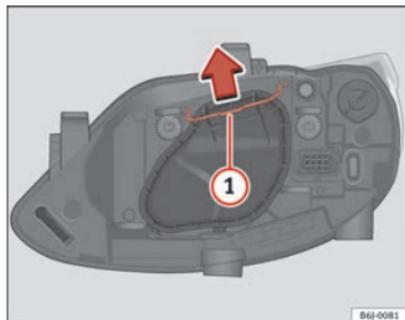

Fig. 155 Médios / máximos farol simples
- Desloque o tirante ⇒ Fig. 155 ① no sentido da seta e puxe a tampa.
- Desloque o tirante ① ⇒ Fig. 155 no sentido da seta e puxe a tampa.